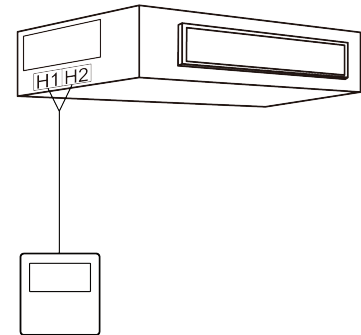

Fig. 5.6
- 1) La Fig. 5.6 montre l'installation de la commande filaire.